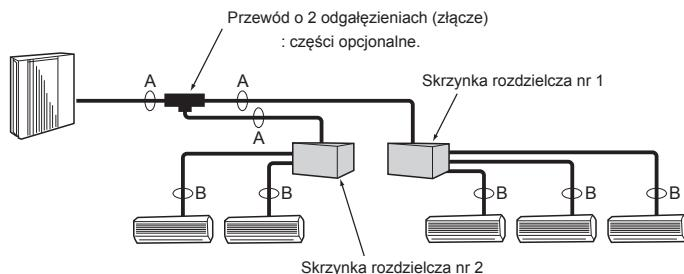

Fig. 4-4
4.3.2. Podłączenie ze skrzynką rozdzielczą (Fig. 4-4)